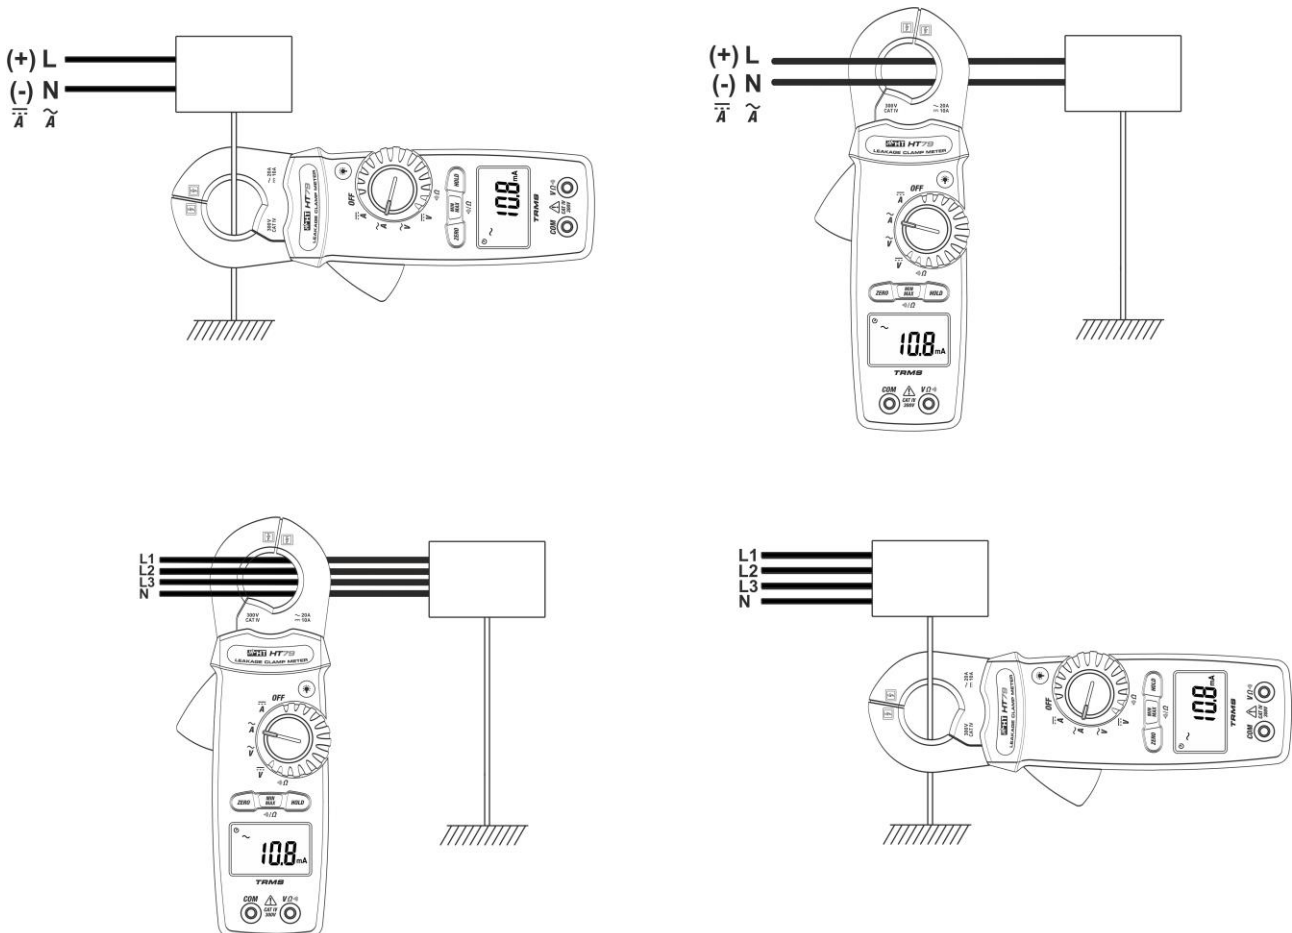

Fig. 10: Utilisation de l'instrument pour mesurer le courant de fuite AC ou DC
3. Ouvrir le tore et brancher l'instrument comme illustré en Fig. 10 pour les systèmes DC ou les systèmes AC monophasés/triphasés 4-fils. La valeur de courant de fuite apparaît à l'écran.